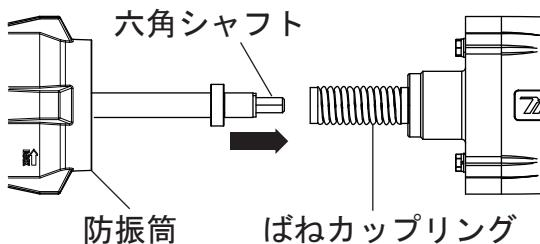

図5
2. 振動筒ケースから六角シャフトを取り出し、六角シャフトをばねカップリングにさし込み、防振筒を押し込む。(図5)